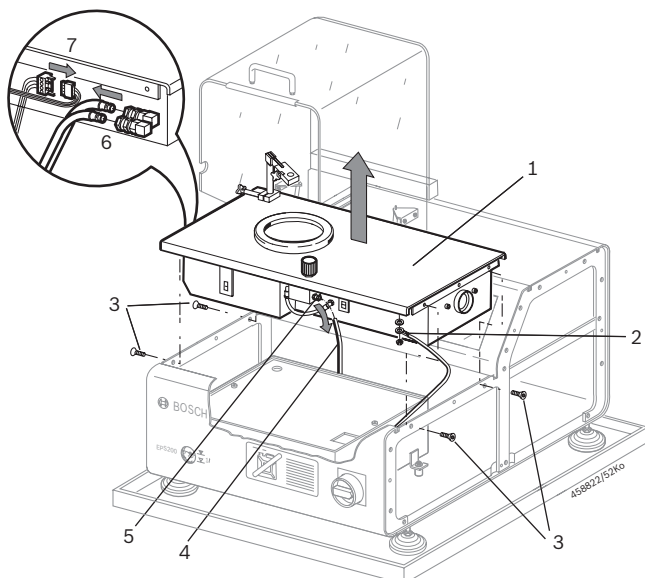

Fig. 19: Desmontar a unidade da câmara do jato
4. Parafusos de fixação (4x) (fig. 19, pos. 3) para a unidade da câmara do jato.
5. Levantar a unidade da câmara do jato (fig. 19, pos. 1).
6. Retirar a mangueira (fig. 19, pos. 4) da união roscada encaixável (fig. 19, pos. 5). Para tal, o anel da união roscada encaixável tem de ser pressionado para baixo.
7. Remover as duas mangueiras dos fechos rápidos (fig. 19, pos. 6).
8. Desligar o cabo de ligação elétrico para a luz circular do conector (fig. 19, pos. 7).
9. Desapertar o cabo da massa na unidade da câmara do jato (fig. 19, pos. 2).